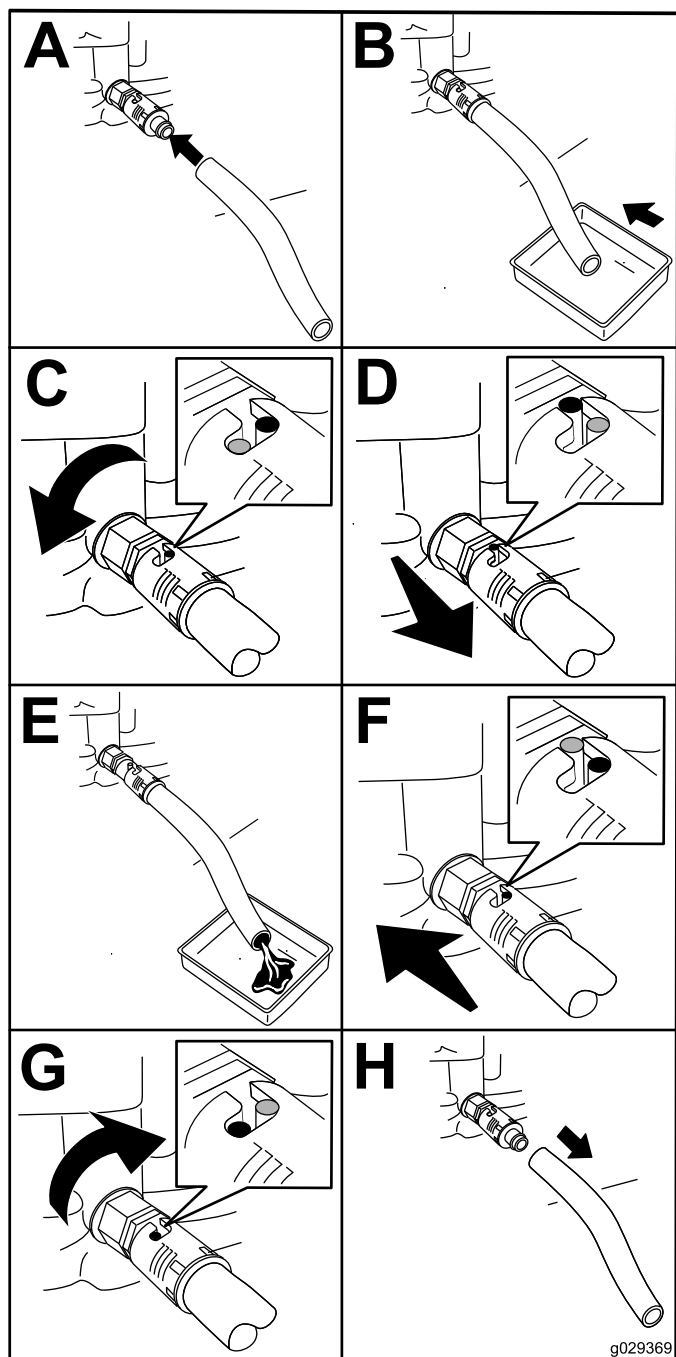

図 30
4. ドレンバルブに、ドレンホースを接続する 図 30。
5. ホースの出口側を、廃油受け容器に入れる 図 30。
6. ドレンバルブを左に 1/4 回転させてオイルを排出する 図 30。
7. オイルが完全に抜けたら、ドレンバルブを右に 1/4 回転させて閉じる 図 30。